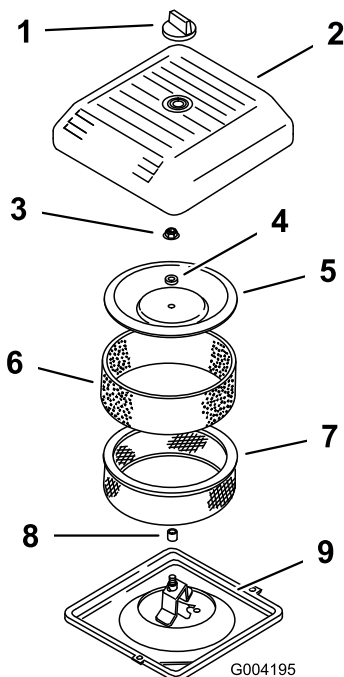

Figura 17
2. Svitare la manopola e togliete il coperchio del filtro dell'aria (Figura 17).
3. Fate scorrere attentamente il prefiltro in schiuma sintetica fuori dall'elemento di carta (Figura 17).
4. Svitare il dado del coperchio e togliete il coperchio, il distanziale e il filtro di carta (Figura 17).
2. Montate il gruppo filtro dell'aria sulla relativa base (Figura 17).
3. Montate il coperchio, il distanziale e fissatelo con il dado del coperchio (Figura 17). Serrate il dado ad una coppia di 10,7 Nm.
4. Montate il coperchio del filtro dell'aria e fissatelo con la manopola (Figura 17).